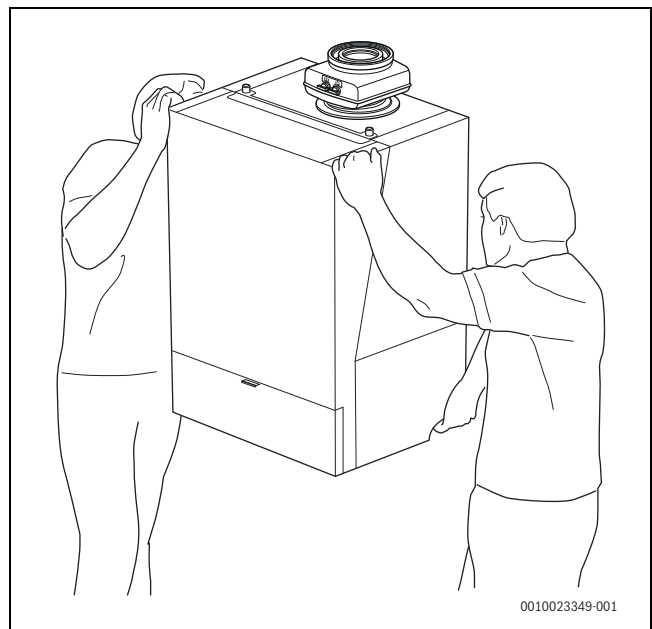

Bild 9 Ordnungsgemäßes Heben und Tragen des Geräts
- ▶ Gerät nur an den Seiten anfassen und nicht am Bedienfeld oder am Abgasrohranschluss (→afb. 9).